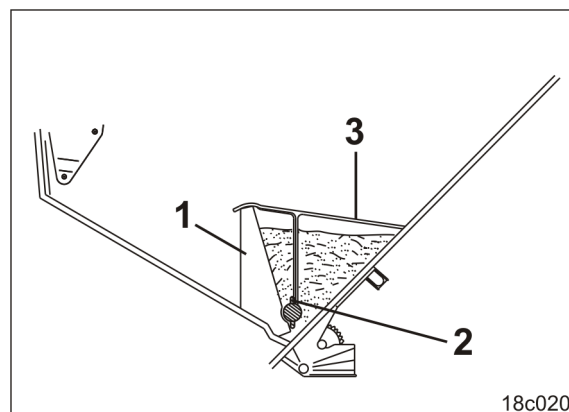
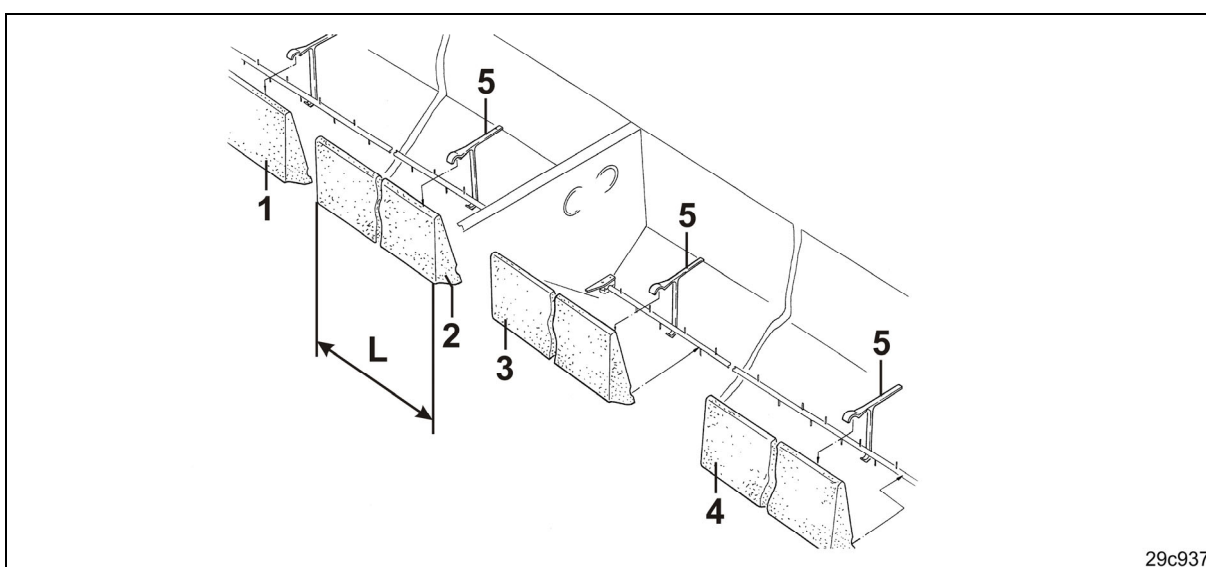

Fig. 146
Fig. 147
Rührstifte (Fig. 146/2) senkrecht stellen, wenn die Rührwelle keine runden Rührelemente besitzt, siehe Kapitel Rührwellenunterstützung, Seite 68.
2. Die Rapseinsatzprofile (Fig. 146/1) mit Klemmen (Fig. 146/3) im Saatgutbehälter befestigen, siehe Montagezeichnung (Fig. 147).